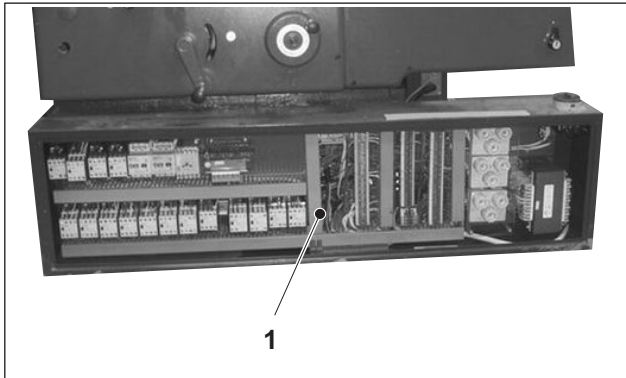

Abb. 44 Schaltgerät
28. Montieren Sie den Deckel am Schaltgerät (Abb. 44/1).